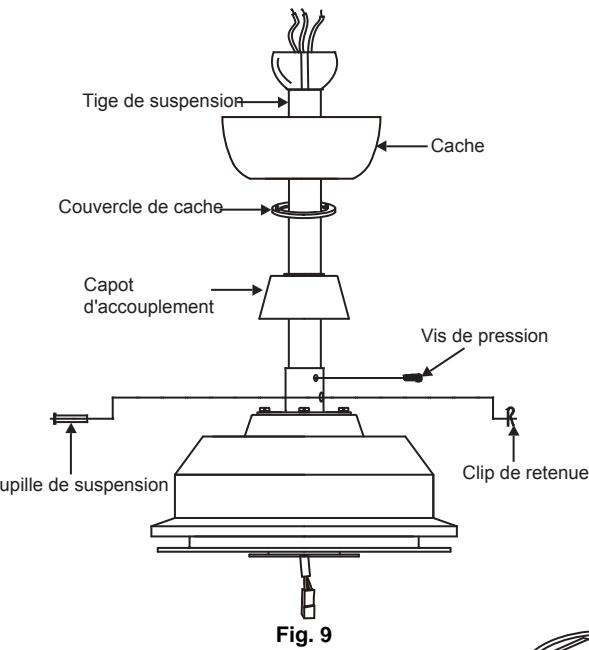

Fig. 9
Étape 8. Faites glisser le couvercle d'accouplement, l'anneau de sécurité, le couvercle du cache et le cache sur la tige de suspension.(Fig. 9)
Vissez la balle de suspension sur la broche de suspension, insérez la broche transversale par la tige de suspension et serrez. Serrez maintenant la vis de pression. (Fig. 9)